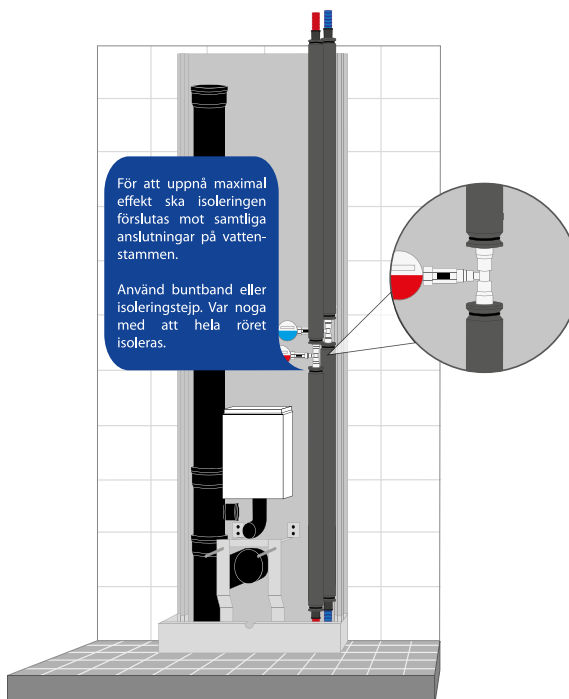

Bild 7.
- Montera isolering på vattenstammarna och VVC. Obs! Hela röret ska isoleras samt att övergångar mellan kopplingar och rör tätas. Se bild 7.